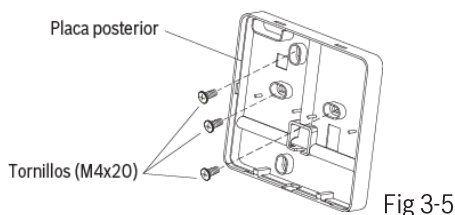

Fig 3-5
- Para el montaje expuesto ajustar la placa posterior con 3 tornillos (M4×20) y tacos. (Fig.3-5)